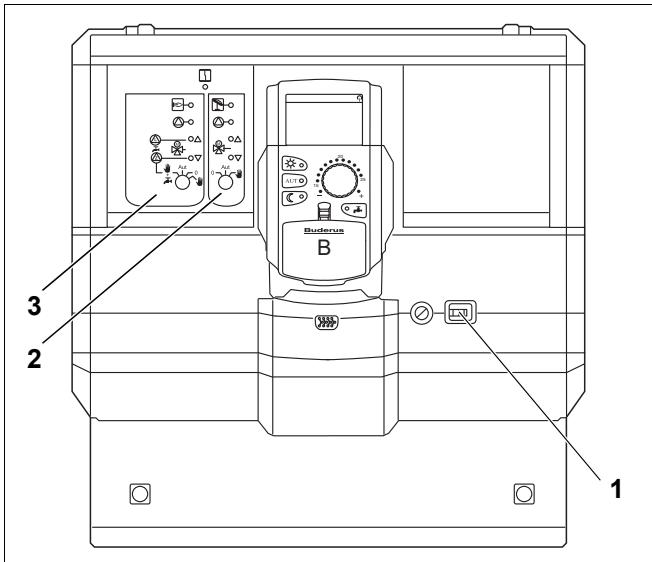

Рис. 25 Logamatic 4121
- Включите систему управления пусковым ( $\rightarrow$  Рис. 25, [1]).
- Установите для отопительного контура 1 (если требуется, то и для контура ГВС) ( $\rightarrow$  Рис. 25, [3]) переключатель **W** в положение "рука" 3 или  $\sim$ .
- Установите для отопительного контура ( $\rightarrow$  Рис. 25, [2]) переключатель **B** в положение "рука" 3.